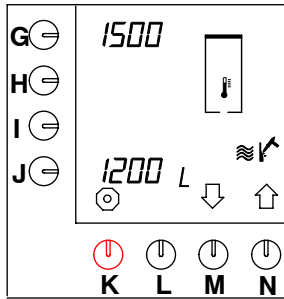

Fig. 27 Contador de descalcificación del sistema de agua caliente
- El contador de descalcificación aparece en el display, vea fig. 27 .